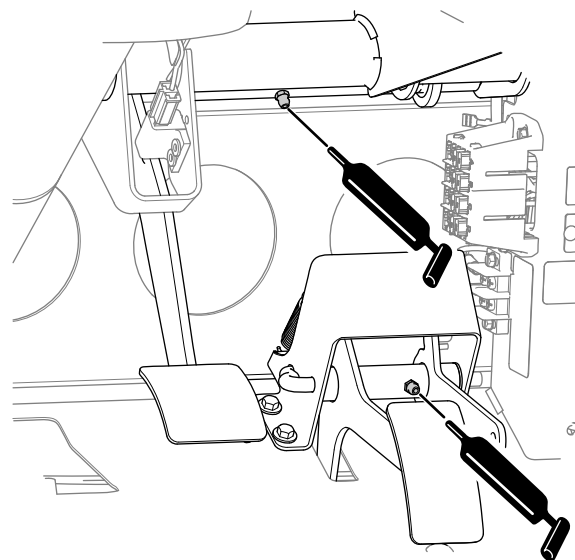

図 50
- ブレーキ (1ヶ所); 図 50を参照
- スロットル (1ヶ所); 図 50を参照